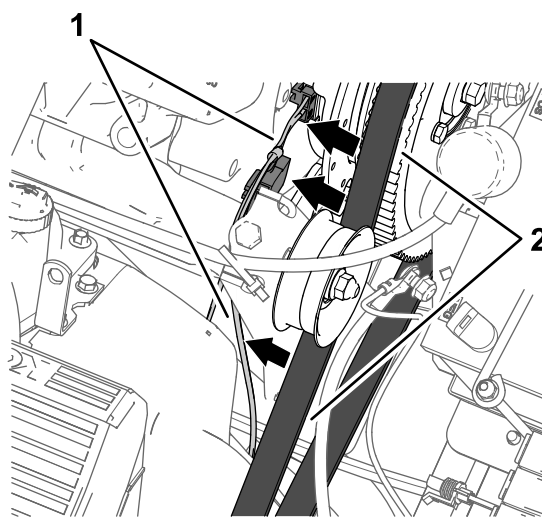

Figura 168
4. Enrute la rama de 84 cm del arnés de cables junto al motor y la bomba de fumigación de modo que el arnés quede alejado de la correa del alternador (Figura 168).